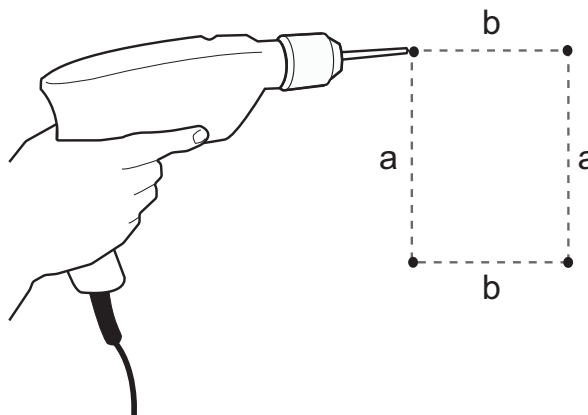

Fig. 7 Perçage des orifices dans le mur
2. Percer les orifices. Voir fig. 7.